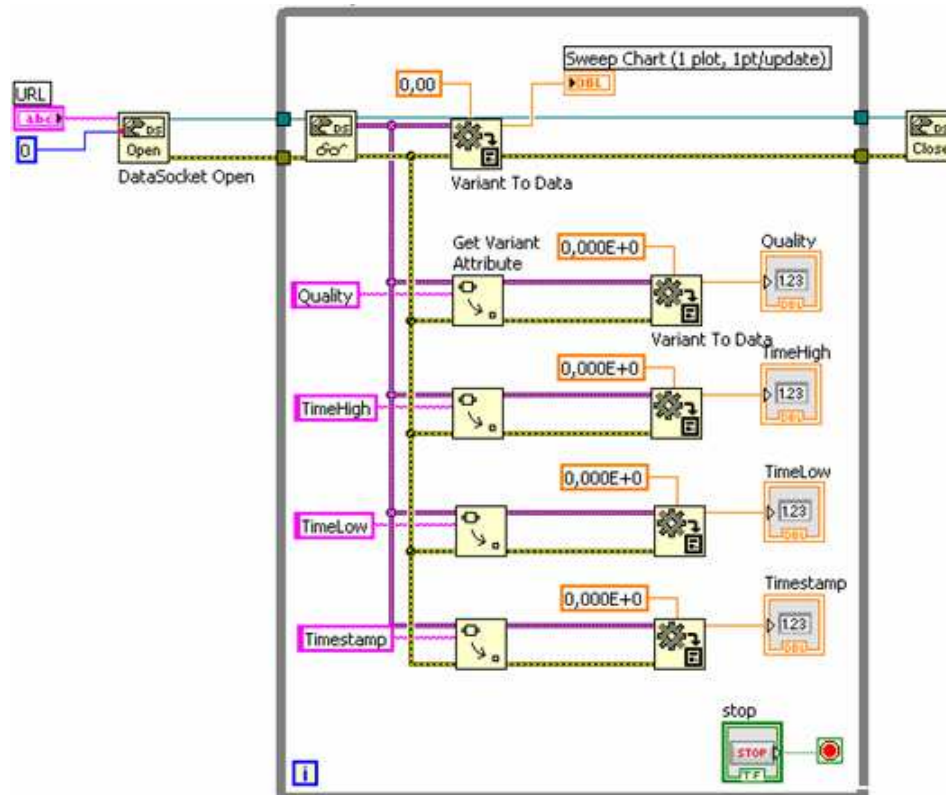

Рис. 4. Блок-диаграмма клиента LabView.
2. Соберите в LabView схему отображения параметров, передаваемых OPC сервером, включая величины синусоидального сигнала и время регистрации OPC сервером соответствующих величин сигнала (см. Рис. 4 и Рис. 6).